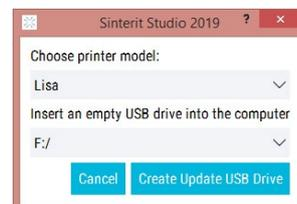

Abb. 4.1: Erstellen der Update-Dateien.
2. Wählen Sie das Druckermodell, das Sie aktualisieren möchten (Abb. 4.1).
3. Stecken Sie das USB-Laufwerk in den USB-Anschluss an Ihrem Computer und klicken Sie dann auf **„Create Update USB Drive“**. Der Vorgang kann einige Minuten dauern (Abb. 4.1).